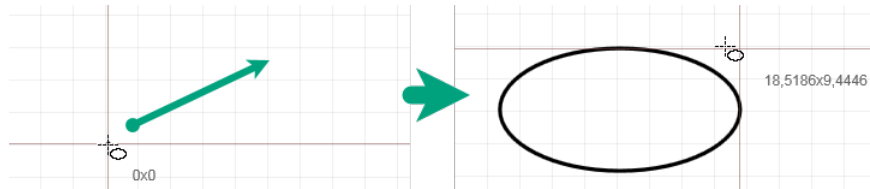

Рис. 320 Фиксация эллипса
3. Переместите курсор мыши от центра эллипса. Система отобразит предполагаемый вид фигуры, см. Рис. 320.